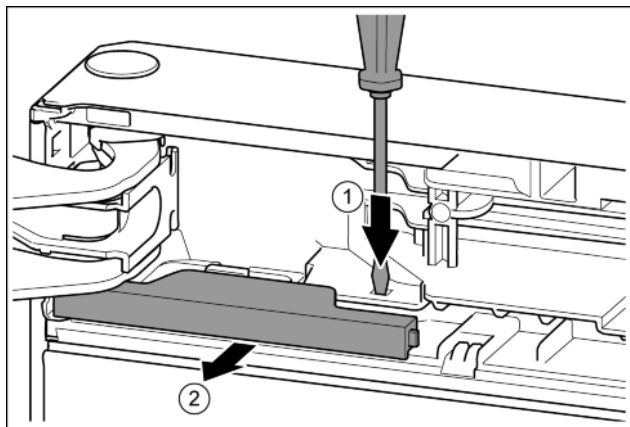

Fig. 14
- ▶ За допомогою шліцевої викрутки притисніть накладку. Fig. 14 (1)
- ▶ Витягніть кришку з фіксатора. Fig. 14 (2)